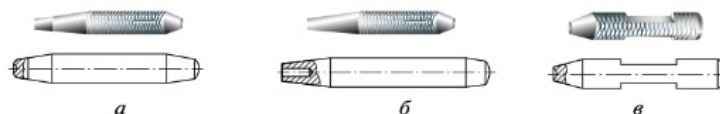

Рис. 5.46. Вспомогательный инструмент для клёпки: а — обжимки; б — натяжки; в — поддержка
- вспомогательные инструменты и оборудование (рис. 5.46): обжимки, натяжки, поддержки, плиты, слесарные тиски.
Обжимка (рис. 5.46, а) — это стальной стержень, на рабочем конце которого имеется углубление по форме головки заклёпки. **Натяжка** (рис. 5.46, б) — это стальной стержень с цилиндрическим отверстием в рабочем конце. Отверстие в натяжке обычно на 0,2 мм больше диаметра заклёпки. Формы *поддержек* (рис. 5.46, в) могут быть разными. При соединении заклёпки поддержка закрепляется в слесарные тиски.